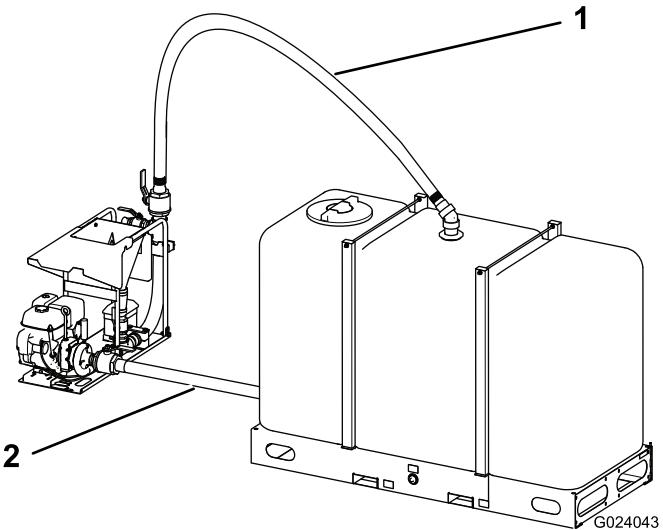
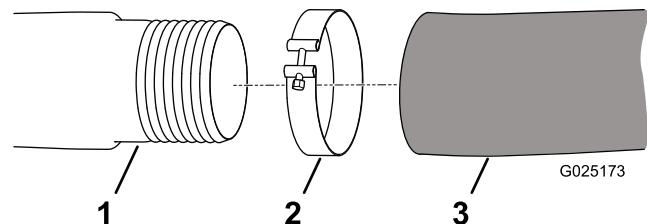
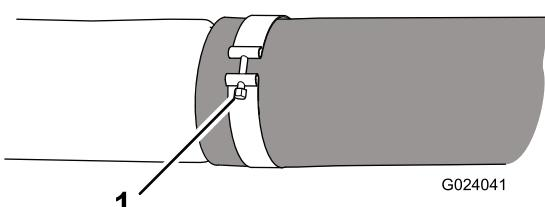

Figura 6
Figura 7
Figura 8
2. Use uma abraçadeira (acompanha o equipamento) para conectar a extremidade solta da mangueira à entrada da bomba do misturador, como mostrado na Figura 6, Figura 7, e Figura 8.
4. Use 2 abraçadeiras (acompanham o equipamento) para conectar a outra mangueira à parte superior do reservatório e do misturador como mostrado na Figura 6, Figura 7, e Figura 8.